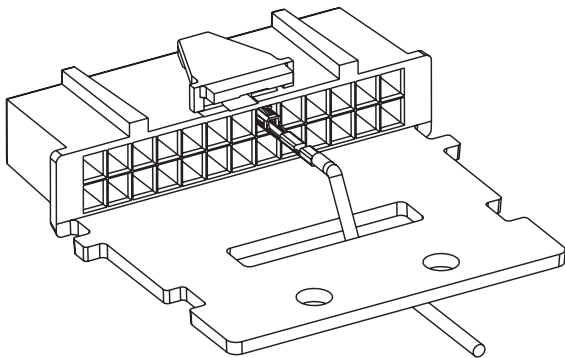

Figure 1a Réducteur de tension du fil
6. Guidez les fils dans le connecteur comme indiqué à la *Figure 1a* ou, pour les applications avec plusieurs accessoires connectés à la radio mobile, guidez les fils comme indiqué à la *Figure*